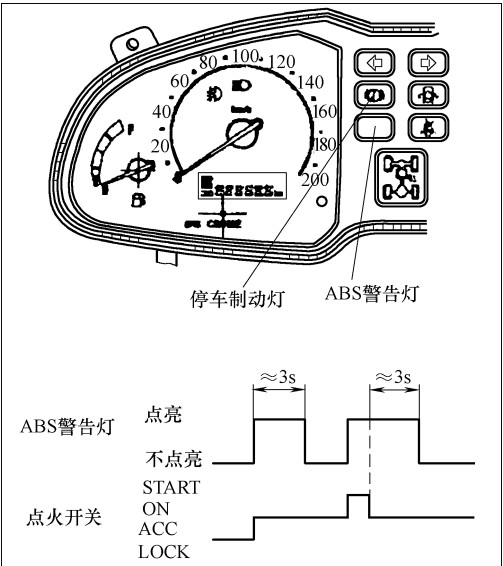

图 5-55 ABS 警告灯
- 1) ABS 警告灯（图 5-55）用于指示 ABS 自检。